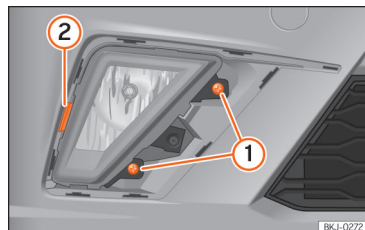

Abb. 165 Nebelscheinwerfer: Lampenträger ausbauen
»» (Abb. 165) ① und lösen Sie den Klipp ② mit einer Hebelbewegung heraus, um den Nebelscheinwerfer herauszunehmen.